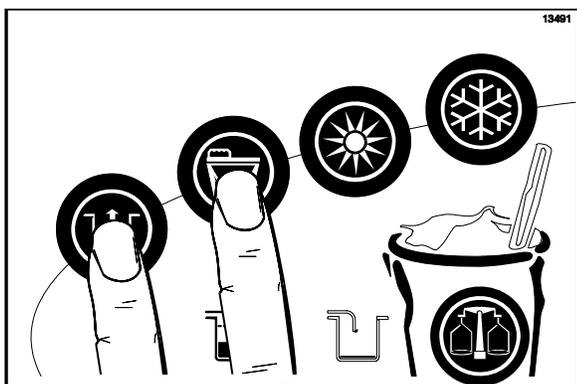

Figura 160
15. Oprima los símbolos LAVADO  y BOMBA  para detener las modalidades de lavado y bombeo y cerrar la válvula de extracción. (Vea la figura 160).